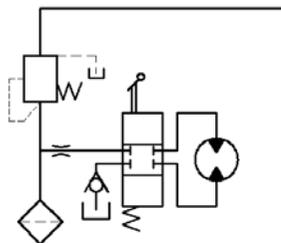

图 17.8.41 插入块 (四)
(5) 插入块。选择下拉菜单 **插入(I)** → **块(B)...** 命令, 系统弹出“插入”对话框, 在 **名称(N)** 的下拉列表中选择“块 1”, 输入旋转角度值 90.0, 单击 **确定** 按钮, 在图中所示的位置单击, 按 **Enter** 键完成块的插入。结果如图 17.8.41 所示。